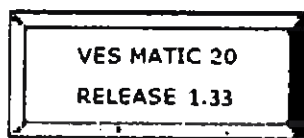

Рисунок 6. Версия ПО
- На дисплее отображается версия программного обеспечения, установленная на устройстве (Рисунок 6)